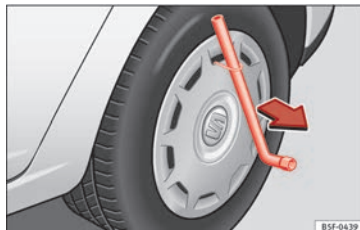

Fig. 70 Retirar el embellecedor integral.
- Retire el embellecedor integral de la rueda con el gancho de alambre » **fig. 70**.